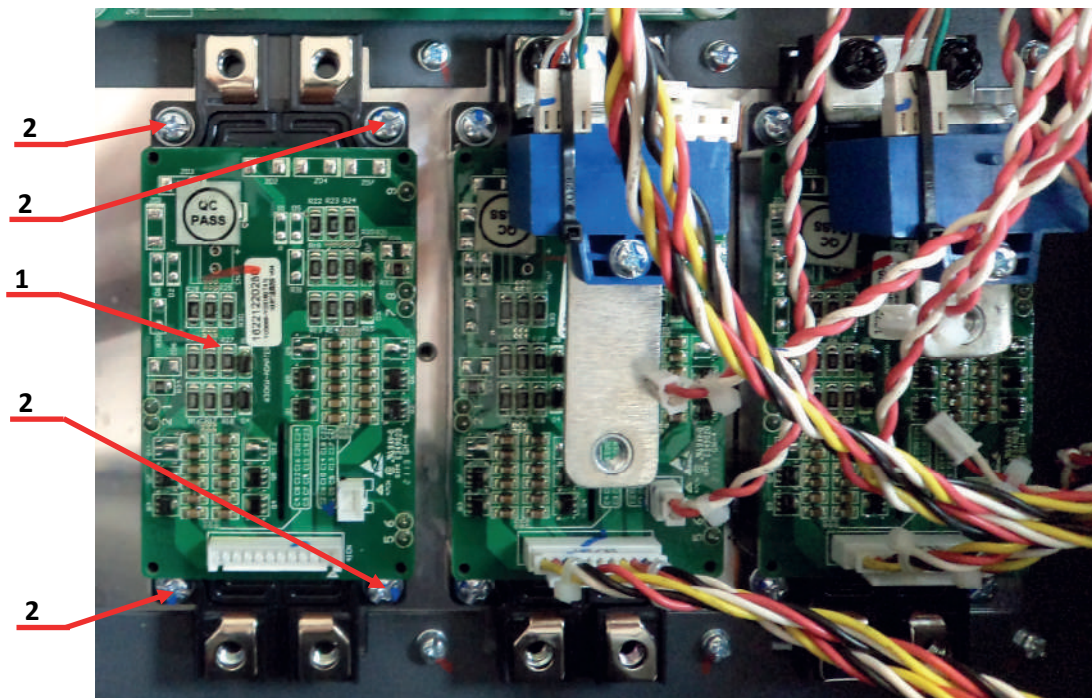

Рис.7.13
- 7.5.3. Установить силовой модуль IGBT поз.1 на штатное место в корпус преобразователя частоты и закрепить винтами поз.2 (рис.7.13). Момент затяжки винтов в соответствии с таблицей 7.1.